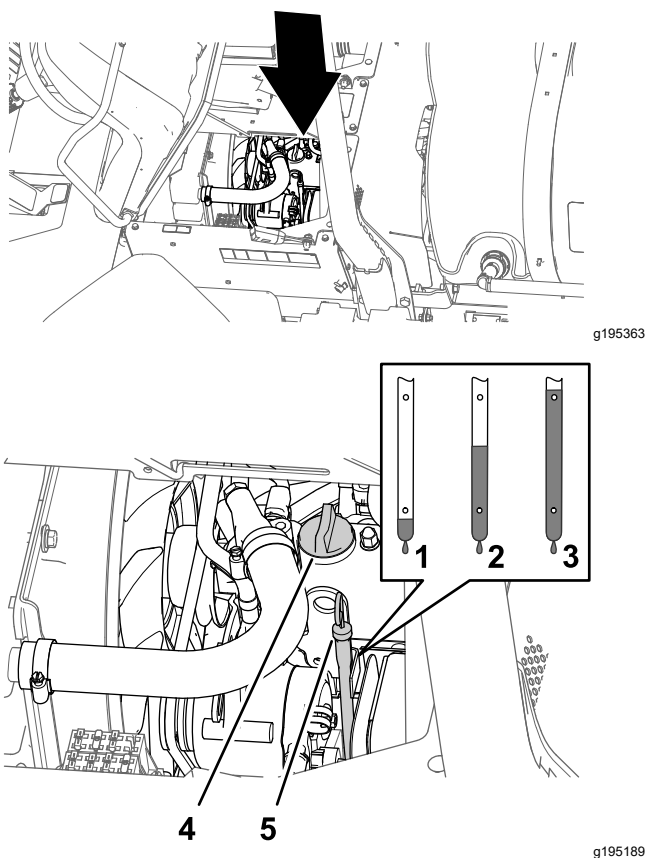

Figure 78
2. Retirez la jauge, située sous le siège du passager, et essuyez-la sur un chiffon propre (Figure 78).
3. Si le niveau est trop bas, enlevez le bouchon de remplissage du couvre-culasse (Figure 78) et versez la quantité d'huile nécessaire dans le goulot de remplissage pour faire monter le niveau jusqu'au repère maximum sur la jauge.
4. Remettez le bouchon de remplissage d'huile en place (Figure 78).
5. Revissez la jauge solidement en place (Figure 78).